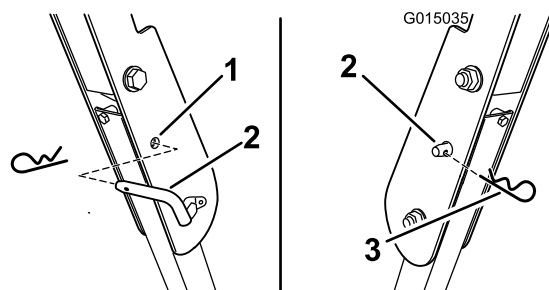

Figura 10
3. Instale os pinos de bloqueio. Prenda os pinos instalando o contrapino (Figura 10).
4. Para baixar a barra de segurança, remova os contrapinos e os dois pinos de bloqueio (Figura 10).